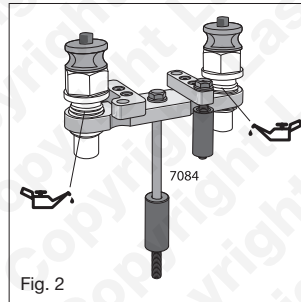

Fig. 2
2. Zie afbeelding 2: voorzie de schroefdraden op het gereedschap van een kleine hoeveelheid olie.